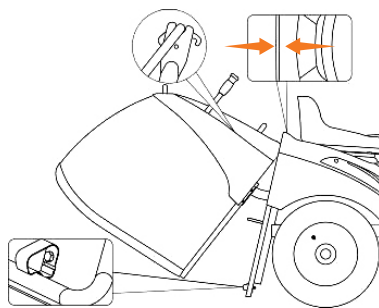

Рис. 13
- Установите травосборник на кронштейны и совместите его с задней пластиной так, чтобы травосборник фиксировался в нижнем кронштейне (Рис. 13).